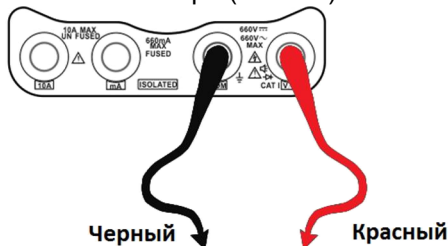

Рис.41
1. Подключить черный щуп к разъему **“COM”**, а красный щуп к разъему **“V/Ω”** CCTV-тестера (Рис. 41).